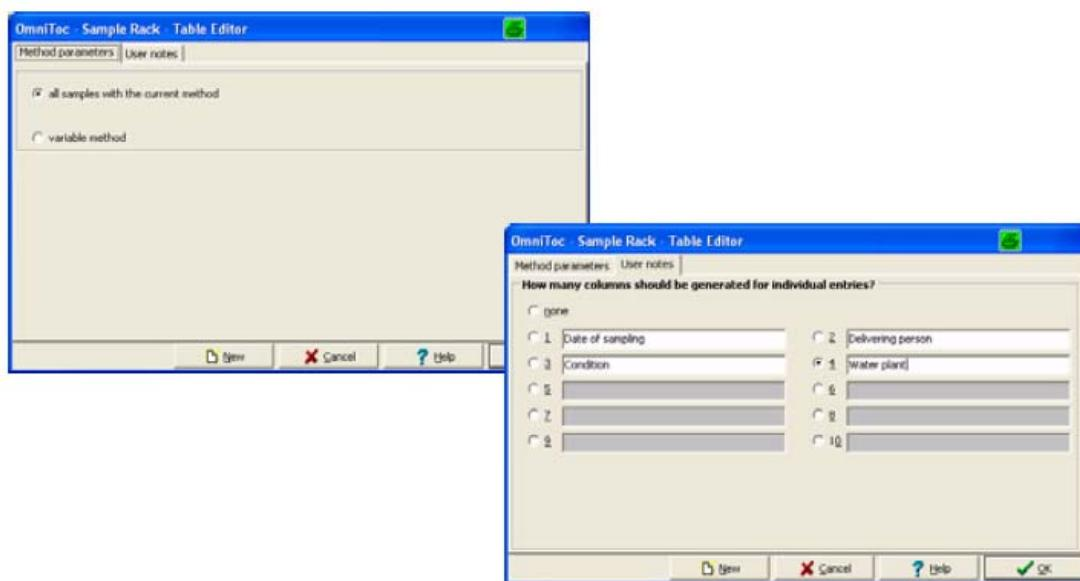

图40 Sample Rack Table Editor (样品架表编辑器)
5. 选择**Rack Table>New** (样品架表>新建) 打开一个**Sample Rack Table Editor** (样品架表编辑器) 窗口 (图40)。在**Method Parameters** (方法参数) 选项卡下, 选择是否所有样品都用当前方法进行处理或者用不同的方法进行处理。